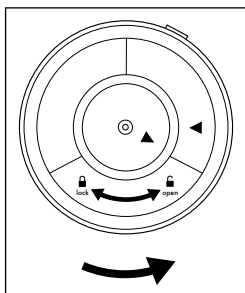

Fig. 1
2. Capovolgere l'apparecchio principale **7** per accedere alla chiusura del vano pile **13**. Ruotare la chiusura del vano pile **13** in senso antiorario verso **open**  fino a poter togliere la chiusura del vano pile **13** (vedere fig. 1).